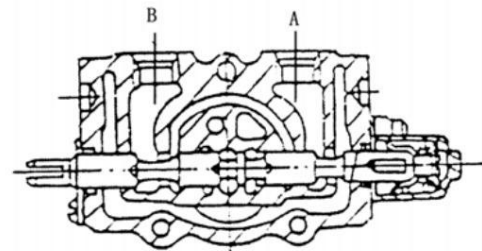

Figura 10-4
(2) Empuje la válvula corredera (Figura 10-4)